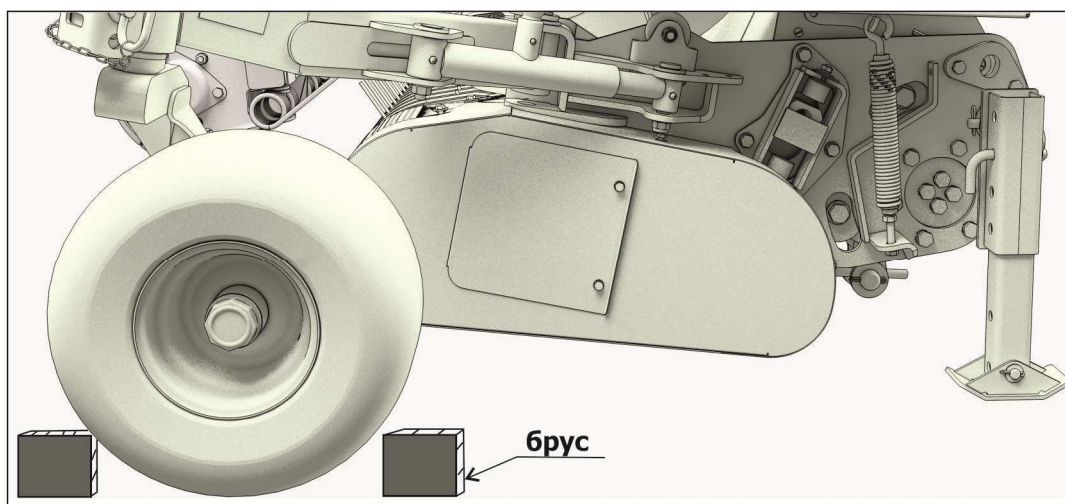

Рисунок 8.2
8.5 **ВАЖНО!** Если колеса подборщика зафиксированы в транспортном положении (во избежание упирания пальцев подбирающего устройства в шину колеса и повреждения колес), необходимо при постановке на хранение или при перевозке в кузове транспорта, зафиксировать колеса противооткатными упорами или брусками (рисунок 8.2).